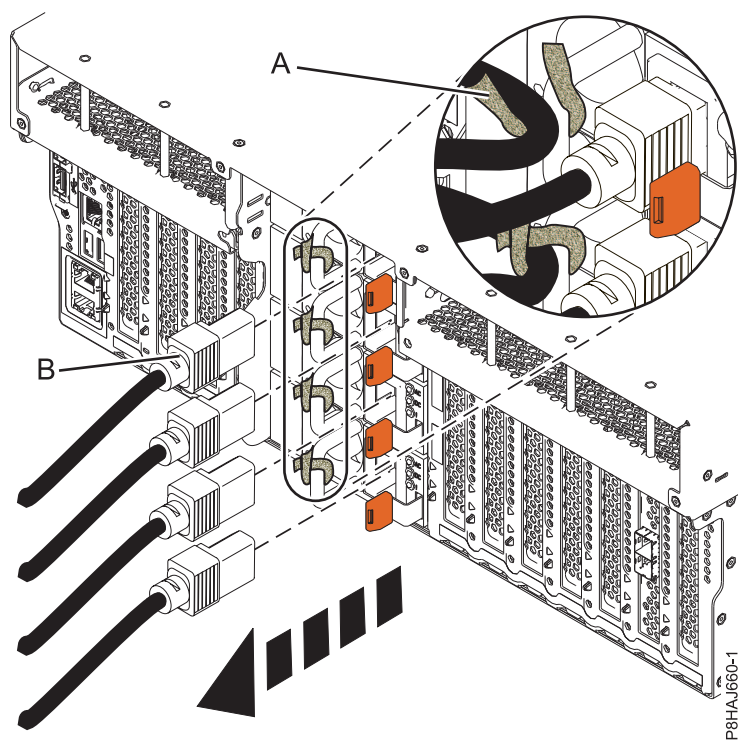
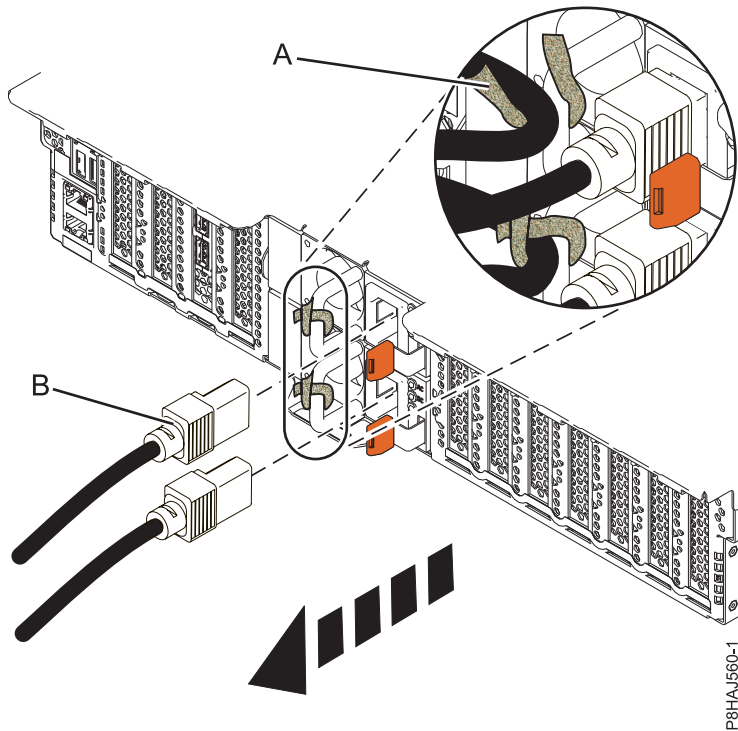
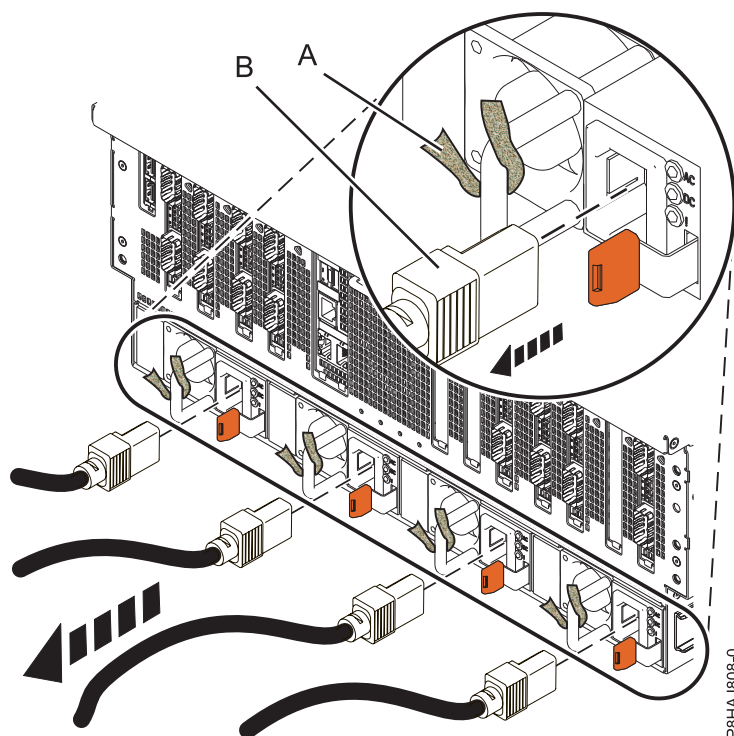

Figura 20. Extracció dels cables d'alimentació d'un sistema 8247-42L, 8286-41A o 8286-42A
Figura 21. Extracció dels cables d'alimentació d'un sistema 5148-21L, 5148-22L, 8247-21L, 8247-22L, 8284-21A, o 8284-22A
Figura 22. Extracció dels cables d'alimentació d'un sistema 8408-44E o 8408-E8E
3. Disconnecteu els cables d'alimentació **(B)** de la unitat del sistema. Consulteu Figura 20 a la pàgina 38, Figura 21 a la pàgina 38 o Figura 22 a la pàgina 39 depenent del tipus de sistema que tingueu.